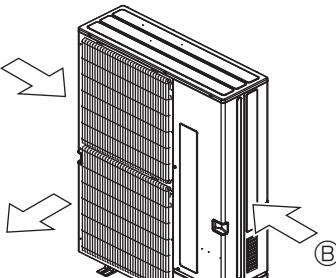

Fig. 2-16
- ② По возможности разместите прибор так, чтобы воздух из выходного отверстия выдувался в направлении, перпендикулярном к сезонному направлению ветра. (Fig. 2-16)